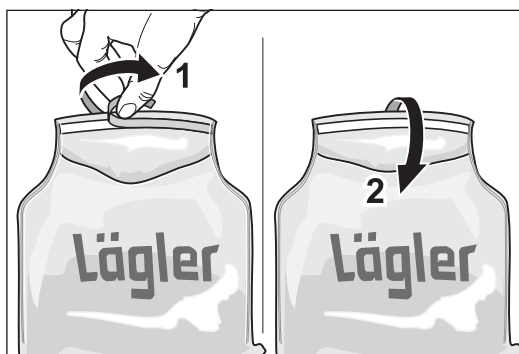

Fig. 15 Quitar el filme protector y pegar bien la bolsa de polvo. ¡Almacenar al aire libre la bolsa de polvo!
- 8 Coloque la brida de la bolsa de polvo por encima de la abertura y pegue la bolsa (Fig. 15).